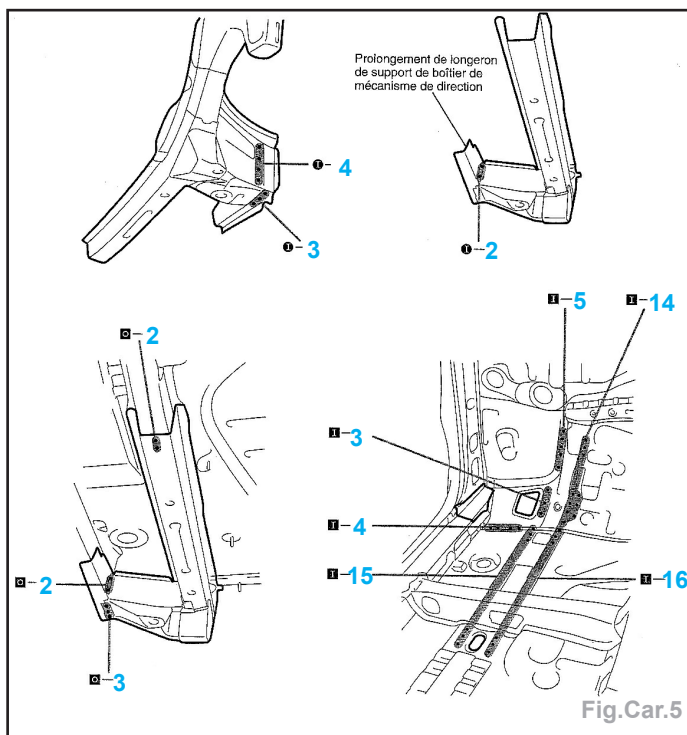

Fig.Car.5
- Positionner et ajuster le longeron sur le marbre de contrôle (Fig.Car.5).